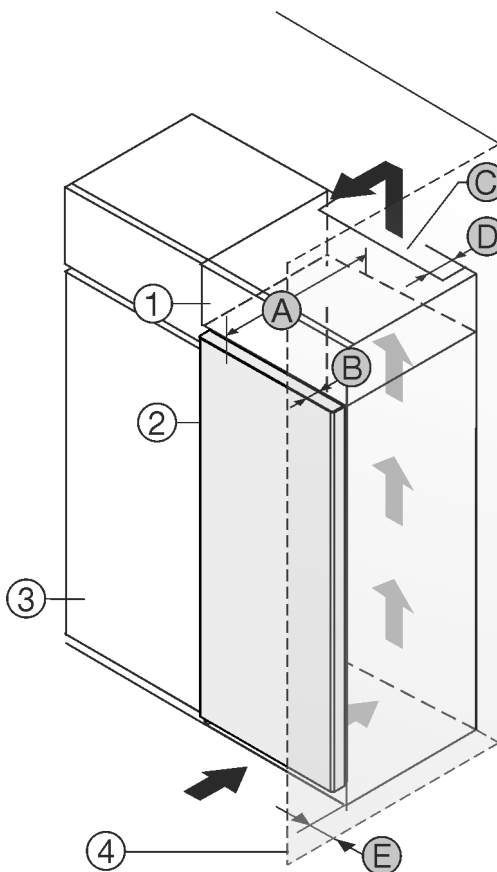

Fig. 1
- (1) Rátétszekrény *
- (2) Berendezés *
- (3) Konyhaszekrény *
- (4) Fal *
- (A) Készülék mélysége *
- (B) Ajtó mélysége *
- (C) Szellőzés keresztmetszete *
- (D) Készülék hátsó oldalának távolsága *
- (E) Távolság a készülék oldalától *
A készülék közvetlenül a konyhaszekrény Fig. 1 (3) mellé állítható.*
A rátétszekrény hátoldalán egy megadott mélységű Fig. 1 (D) szellőzőaknákat kell kialakítani a rátétszekrény teljes szélességében.*
A mennyezet alatt be kell tartani a szellőző keresztmetszetet Fig. 1 (C)*.
Ha a készüléket a zsanérjaival a fal Fig. 1 (4) mellé állítja fel, legalább 13 mm távolságot kell tartani a faltól.*
Ahhoz, hogy az ajtót teljesen ki tudja nyitni, a készüléknek a konyhaszekrény elülső oldalához képest legalább az ajtó mélységének Fig. 1 (B) megfelelően ki kell állnia. A konyhaszekrények Fig. 1 (3) mélységétől és a fali távtartók használatától függően a készülék nagyobb mértékben is túllóghat előre felé.*